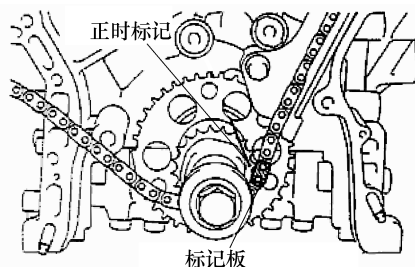

图 1-62 安装链条到曲轴正时链轮
③ 如图 1-62 所示对准标记板和正时标记，并将链条安装到曲轴正时链轮上。